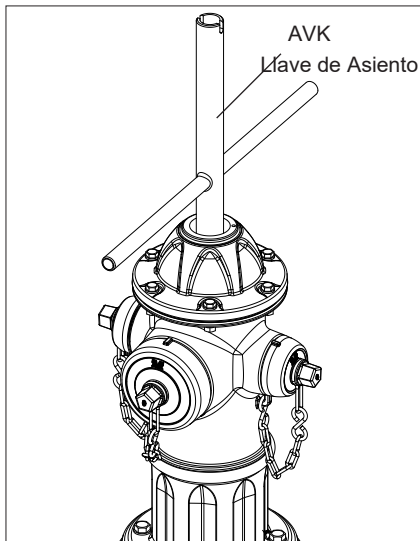

Fig. 7D
5. Retire la tuerca de tope (F11) con el socket ubicado en el extremo de la llave del asiento AVK. **PRECAUCIÓN:** ¡No apriete demasiado la tuerca de tope (F11) durante el montaje! (Ver Fig. 7D)